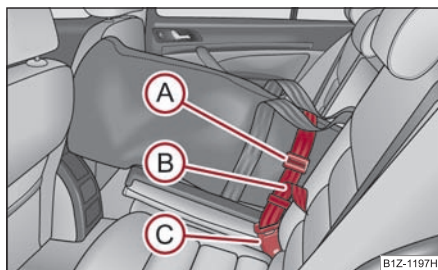

Fig. 134 Siguranța sacului din butucul centurii banchetei din mijloc
- Introduceți centura de asigurare a sacului (A) în elementul de prindere al centurii de siguranță din mijloc spate (C) ⇒ pagina 105, fig. 134.
- Trageți de capătul liber al centurii de siguranță (B).